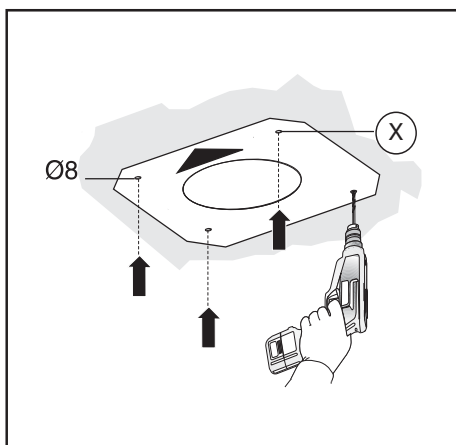

Fig.3
- Posicione o gabarito de perfuração no teto prestando atenção para que a seta fique posicionada no mesmo lado do comando do aparelho (Fig.3).